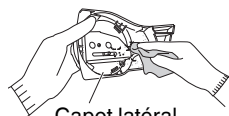

Fig. 37
2. Nettoyage du capot latéral et de la chambre de bande de frein (Fig. 37, 38)